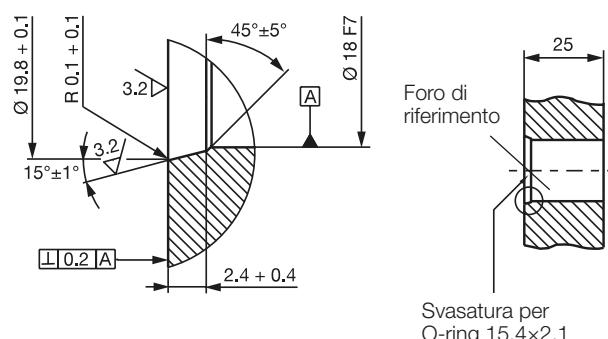

Fig. 4-3: Foro di riferimento per il montaggio del BTL con l'O-ring
**Foro di riferimento:** la superficie di appoggio del corpo BTL deve poggiare completamente sulla superficie di alloggiamento. L'O-ring idoneo deve sigillare perfettamente il foro, cioè la svasatura per l'O-ring deve essere eseguita secondo la Fig. 4-3.